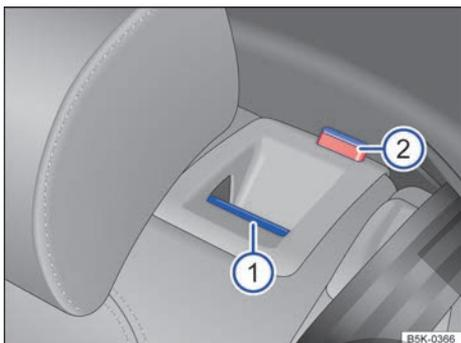

Fig. 78 En el respaldo del asiento trasero: tecla de desbloqueo ①; marca roja ②.
- Tire de la tecla de desbloqueo → fig. 78 ① hacia delante y, al mismo tiempo, abata el respaldo hacia delante.
- La parte en cuestión del respaldo está desbloqueada cuando se ve la marca roja ②.
El respaldo del asiento trasero está desbloqueado cuando se ve la marca roja → fig. 78 ②.